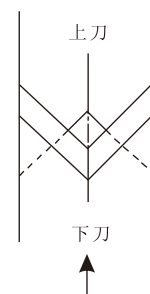

图 4-6
④. 参照图4-6，对准上下刀片，固紧螺钉。
(1) 切断电源，打开操作面板；
(2) 旋转剪切机构的传动齿轮，使上、下刀口间隙为1.00mm左右(两个V形口的中心距离，见说明书图4-6)并保持刀口位置固定不动。
(3) 调节扇形遮光片进入光耦凹槽的深浅(注意ZDBX-6型和其他机型遮光片位置正好相反)，接通电源使光耦电路板上的指示灯(LED)，调节到处于将亮未亮的临界状态，固定螺丝，注意在调节遮光片时，务必使扇形片处于凹槽孔的中间，防止擦边。
(4) 旋转剪切机构的传动齿轮，使上、下两刀刃张开最大，此时指示灯应处于亮的状态，目的是防止试线时到达下孔点后刀架卡死，同步带打滑损坏机件。
(5) 接通电源，试线的切断是否正常，如有切不断或带丝则调整M2模式下按“切断”键后显示“*32*”里的数字，如还示能切断，则依照上述方法重新调整好这后，一定要固紧遮光片上的螺丝。
(6) 另外，建议客户不要频繁地调整零点，以免操作损坏机器而应通过程序内的误差补偿调整。